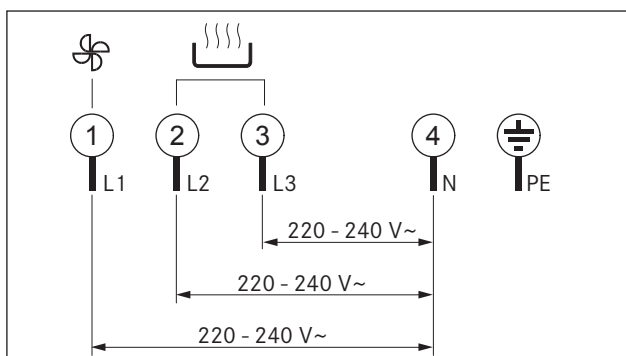

рис. 6.36 Схема трёхфазного подключения
- ▶ Подключите кабель сетевого питания в соответствии со схемой подключения (см. Рис. рис. 6.36а подключения) на блоке питания [2] варочной панели с встраиваемой в столешницу вытяжкой.